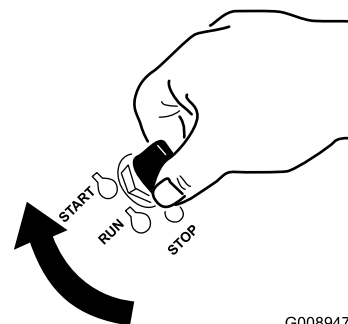

Figura 13
1. Rode a chave da ignição para a posição Start (ligar) (Figura 13). Quando o motor arrancar, solte a chave.
7. Rode a chave da ignição para a posição Start (ligar) (Figura 13). Quando o motor arrancar, solte a chave.